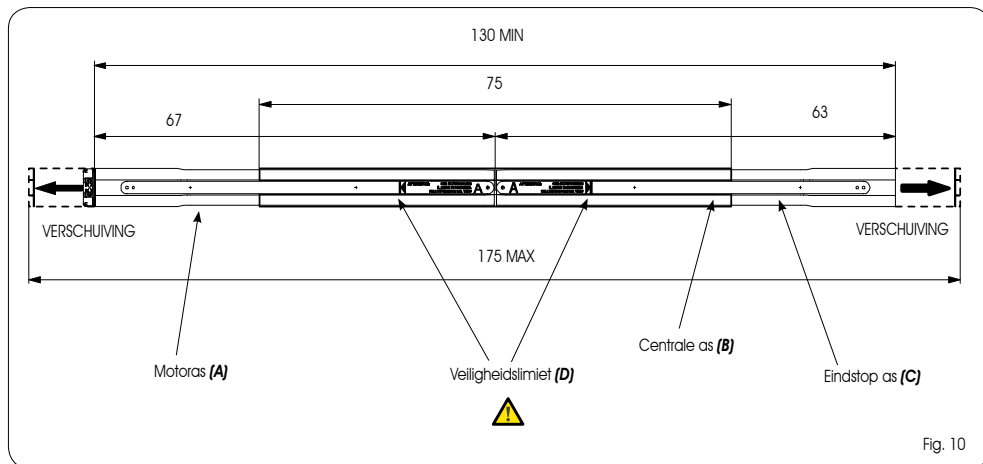

Fig. 10
Om de minimumwaarde te verkrijgen moeten de 2 assen (Fig.10 ref. A-C) helemaal in de centrale as (fig.10 ref.B) worden geschoven. (Lengte as 130 cm)
Om de maximumwaarde te verkrijgen moeten de 2 assen (Fig.10 ref. A-C) van de as worden geschoven, tot aan de veiligheidslimiet die wordt aangegeven op de strip (Fig.10 ref.D). (Lengte as 175cm)
**BIJ HET VERSCHUIVEN VAN DE ASSEN NAAR DE UITEINDEN VAN DE CENTRALE AS MOGEN DE VEILIGHEIDSLIMIETEN (Fig.10 ref. D) NOOIT WORDEN OVERSCHREDEN**
### 4.2 ASSEMBLAGES BESCHREVEN IN DE HOOFDSTUKKEN 3.3 (Fig. 10)